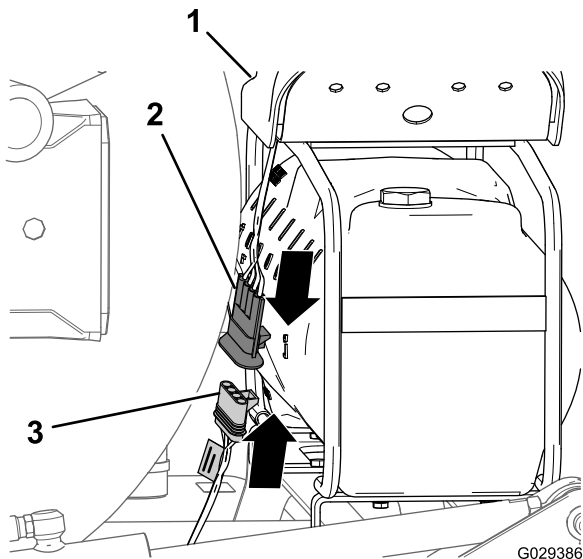

図 17
- ハーネスの 236cm の枝線の端部についている 4口コネクタを、コンプレッサから来ているハーネスの4ピンコネクタに合わせる 図 17。
2. 4口コネクタに4ピンコネクタを接続する 図 17。